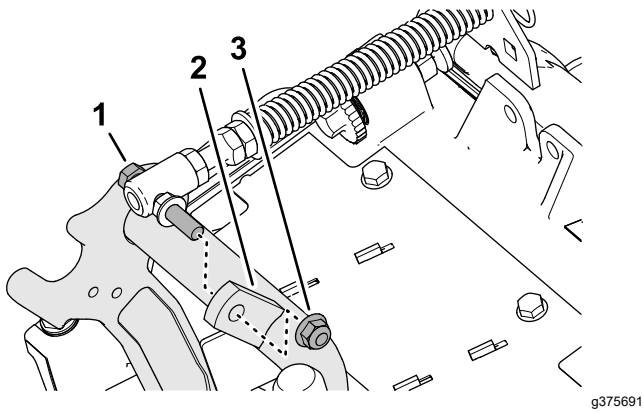

Figura 18
- Retire a porca de bloqueio flangeada (3/8 pol.) que fixa o parafuso da mola de compensação da relva à aba direita da estrutura de suporte, e retire a mola de compensação da unidade de corte (Figura 18).